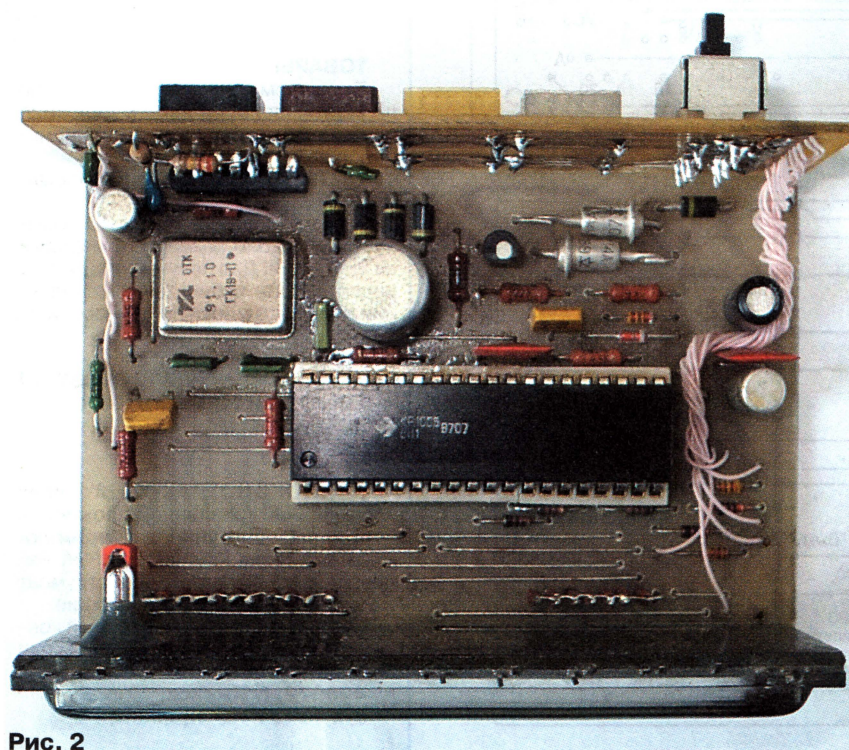

Рис. 2
Внешний вид самодельных часов без корпуса показан на рис. 2. Они собраны на двух печатных платах. На первой (основной) находятся компоненты собственно часов и блока питания. Она изображена на рис. 3. Плата односторонняя, но при желании ее можно выполнить и двусторонней, заменив проволочные перемычки печатными проводниками на стороне установки деталей. Вместо резисторных сборок R18 и R20 установлено соответствующее число обычных резисторов МЛТ-0,125, соединенных надлежащим образом.
Трансформатор 1Т1 и пьезоизлучатель 1НА1 закреплены на верхней стенке корпуса часов и на рис. 2 не видны. Мощность, потребляемая часами, очень незначительна, поэтому основные критерии при выборе трансформатора — наличие вторичных обмоток на нужное напряжение (II — 3 В, III — 15...18 В, IV — 9...10 В) и габаритные размеры, позволяющие разместить трансформатор в отведенном ему объеме.
2. Таймер "Электроники ВМ-12" не формирует выходной сигнал, если на контакт 3 его разъема ХР1 не подано напряжение +12 В. В типовой схеме включения таймера (см. рис. 2 в [1]) для этого предусмотрен специальный выключатель. Но устанавливать его нет никакой необходимости. Ведь переключатель функций таймера, установленный на его плате, — двухсекционный, причем одноименные контакты двух секций соединены параллельно. Достаточно аккуратно перерезать печатные проводники, оставив одну из секций работать как прежде, подвижный контакт второй секции соединить с контактом 3 разъема ХР1, а на неподвижный контакт этой секции, соединяющийся с подвижным в положении "Время", подать напряжение +18 В. В результате доработки на выводе 15 микросхемы КР1005ВН1 будет установлен в режиме "Время" высокий логический уровень, что и необходимо для разрешения формирования сигнала.